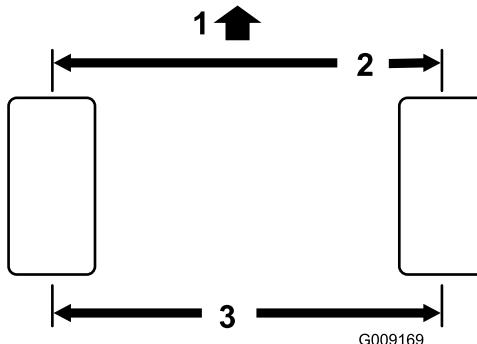

Рисунок 48
- Измерьте межцентровое расстояние (на высоте моста) на передней и задней сторонах рулевых колес (Рисунок 48).